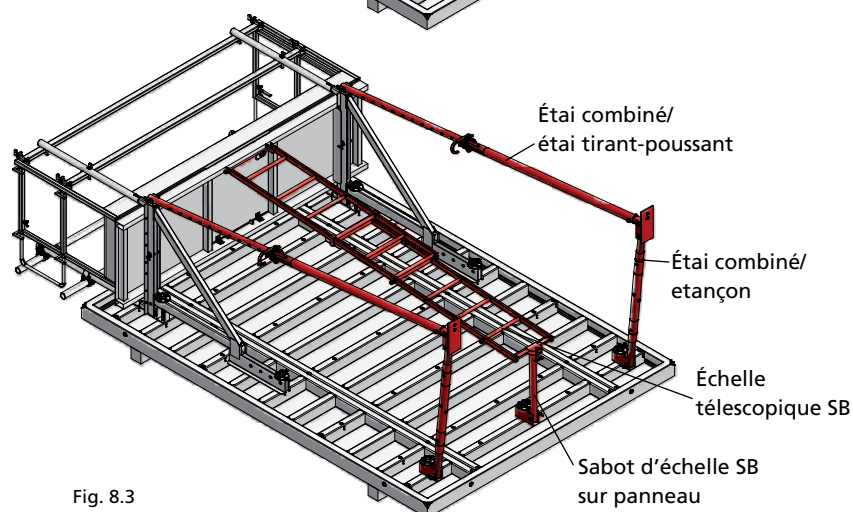

Fig. 8.3
7. Pour fixer l'échelle télescopique, fixer le sabot d'échelle SB sur panneau sur le bas du panneau coffrant. La fixation du sabot se fait avec une vis à brides de 18. Cette vis doit être commandée séparément (fig. 8.3).
8. Fixer l'échelle télescopique sur la trappe de la plate-forme Alu à l'aide de l'axe de fixation de l'échelle puis sécuriser avec une goupille (fig. 8.3). L'échelle télescopique est fixée sur le bas du panneau à l'aide du sabot d'échelle SB sur panneau.